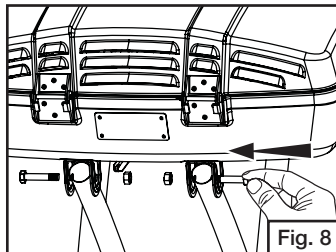

Fig. 8
- Fije los extremos de la manija de remolque a la parrilla con pernos pivote y tuercas. (Fig. 8)